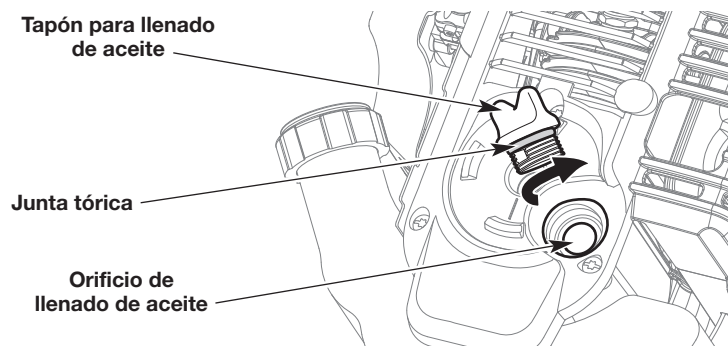

Fig. 10
2. Desenrosque el tapón de llenado de aceite (Fig. 10).
3. Vierta 3.04 onzas líquidas (90 ml) dentro del orificio de llenado de aceite (Fig. 10).
5. Compruebe que la junta tórica esté en su lugar en el tapón de llenado de aceite (Fig. 10).